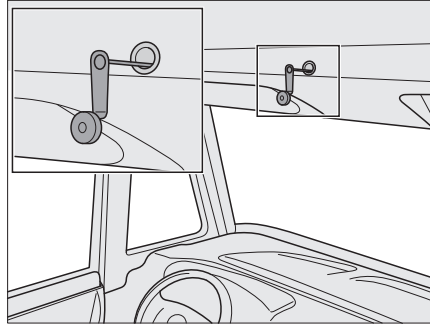

Bild 125 Notbedienung für elektrisches Hubbett
- ▶ Bei Stromausfall kann das elektrische Hubbett auch mit einer Notkurbel (Bild 125) bedient werden. Diese befindet sich in der Küchenzeile.